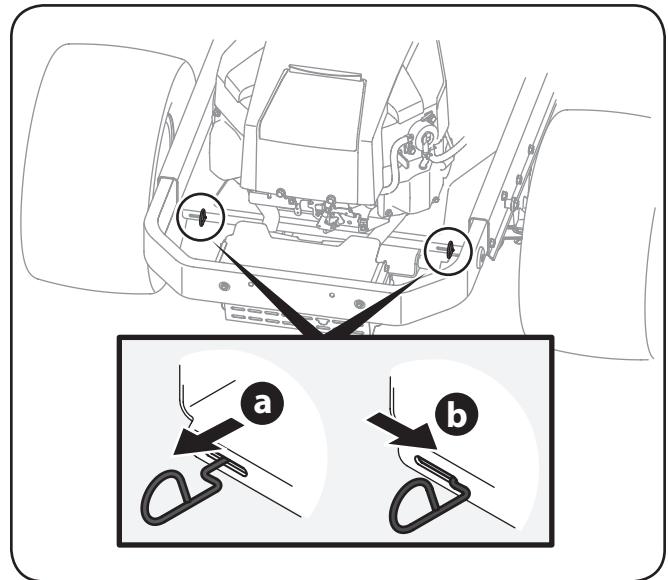

Figura 6-2
1. Desde la parte trasera del tractor, ubique las varillas de derivación de transmisión, justo en el interior de los dos neumáticos traseros. Consulte la Figura 6-2.
2. Enganche las varillas de derivación de la transmisión, una a cada lado del tractor, para mover el tractor manualmente sin ponerlo en marcha. Las varillas de derivación de la transmisión están ubicadas en la parte trasera del tractor, justo en el interior de las ruedas traseras. Enganche las varillas de derivación tirando de cada una hacia afuera (a) y hacia la derecha (b) para trabarlas en su lugar. Vea la Figura 6-2.
3. Después de mover el tractor, desenganche las varillas de derivación invirtiendo los pasos a y b. Vea la Figura 6-2.